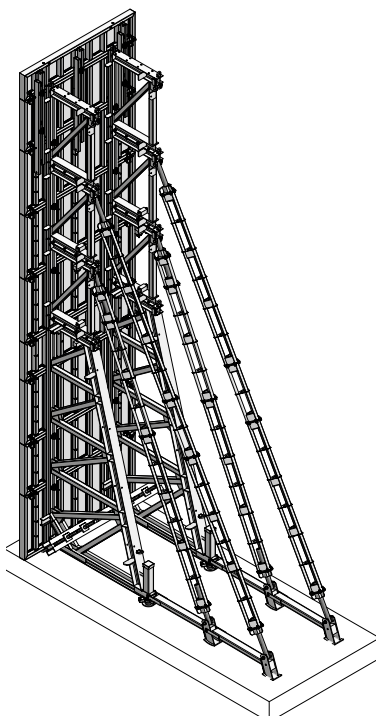

Abb. 11.3 Bis 9,40 m Schalungshöhe:
- Bis 8,20 m – 2 Aufsätze, Ausleger, Triplex SB-Stützen (Abb. 11.3)